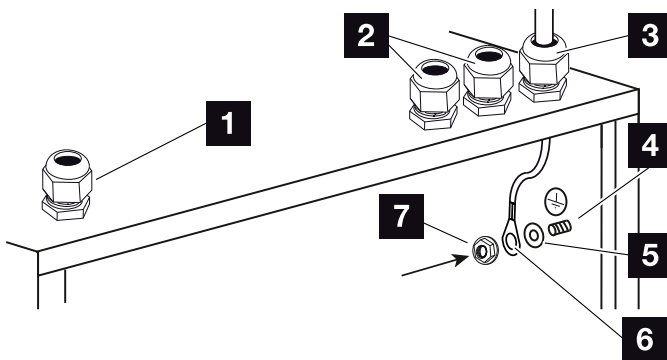

Abb. 23: Schutzleiteranschluss
1. Verlegen Sie den Schutzleiter fachmännisch von der Potentialausgleichsschiene durch die M16 Kabelverschraubung in das Gehäuse und ziehen diese fest (3 Nm). **🔧 Abb. 23, Pos. 3**
2. Montieren Sie einen Kabelringschuh M6 auf den Schutzleiter und schrauben diesen an der Innenseite des Gehäuses am Schutzleiteranschluss fest (2,5 Nm). **🔧 Abb. 23, Pos. 4**